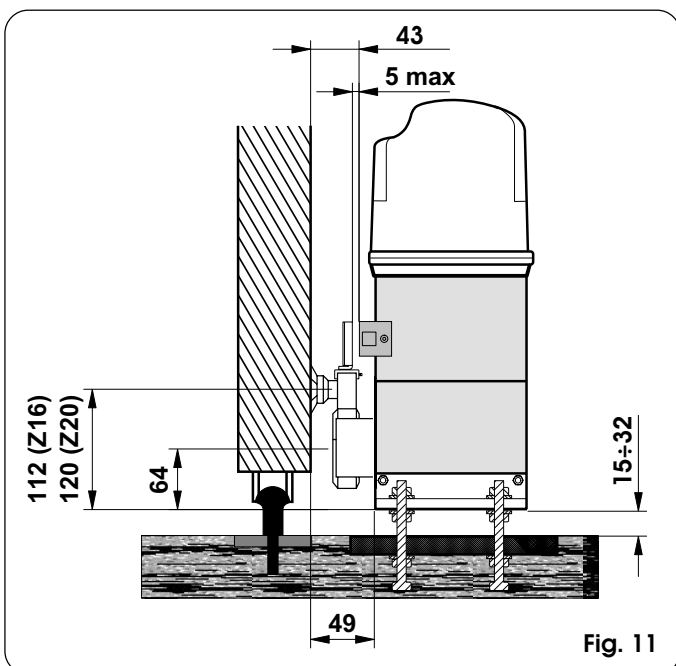

Fig. 11
- 4) Régler la hauteur des pieds et la distance du portail en se reportant à la Fig. 11.